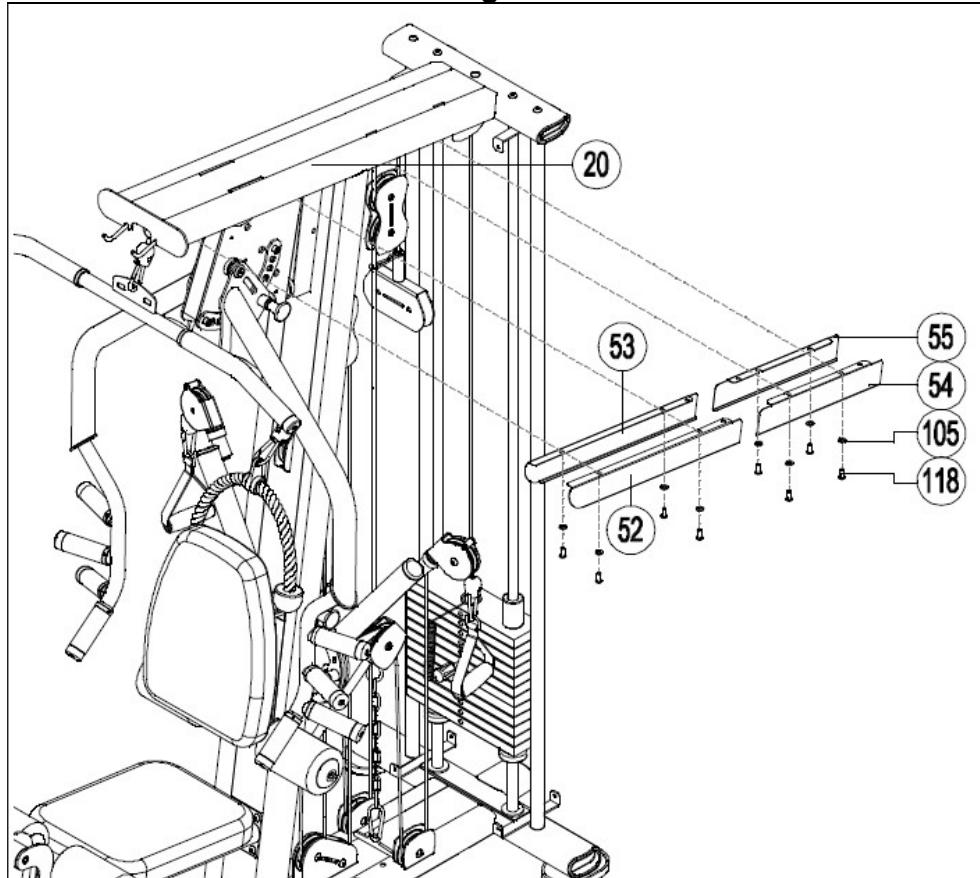

Fig.29
29.- Coloque la tapa izquierda (48) y atorníllela a la estructura superior (20) e inferior (1) usando los tornillos (121) y las arandelas (103), Fig.29.